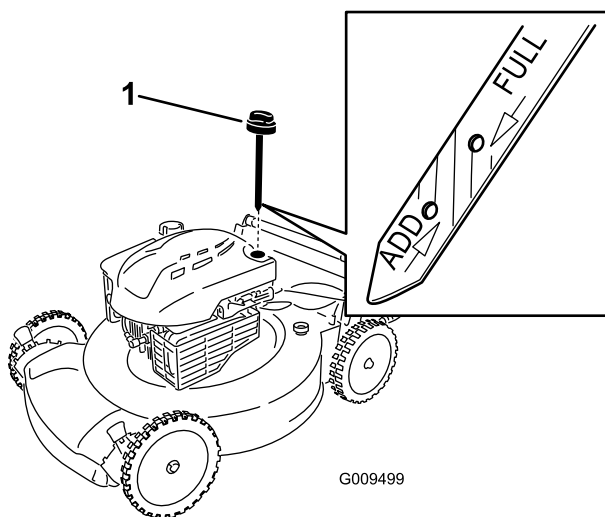

Рисунок 24
6. Извлеките щуп из маслозаливной горловины (Рисунок 24).